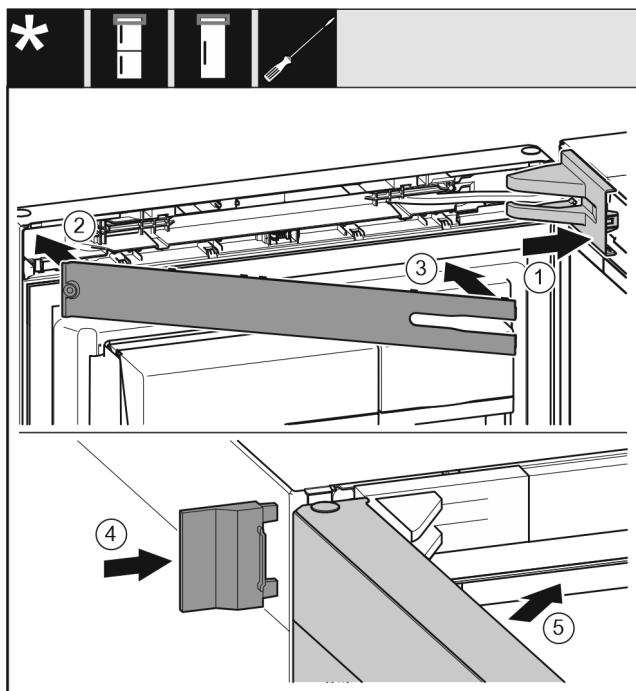

Fig. 46
- Așezați capacul suportului de lagăr Fig. 46 (1) și fixați în poziție, după caz, despărțiți cu precauție prin apăsare.
- Aplicați masca Fig. 46 (2).
- Pivotați spre interior placa Fig. 46 (3) și fixați-o în poziție.
- Montați capacul exterior Fig. 46 (4).
- Închideți ușa superioară Fig. 46 (5).